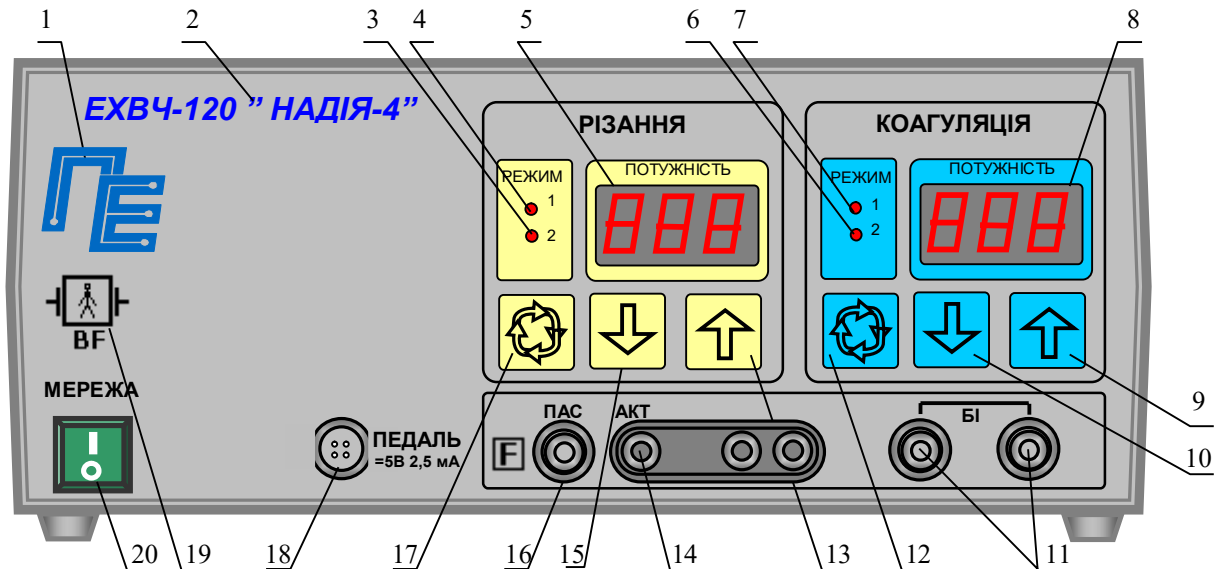
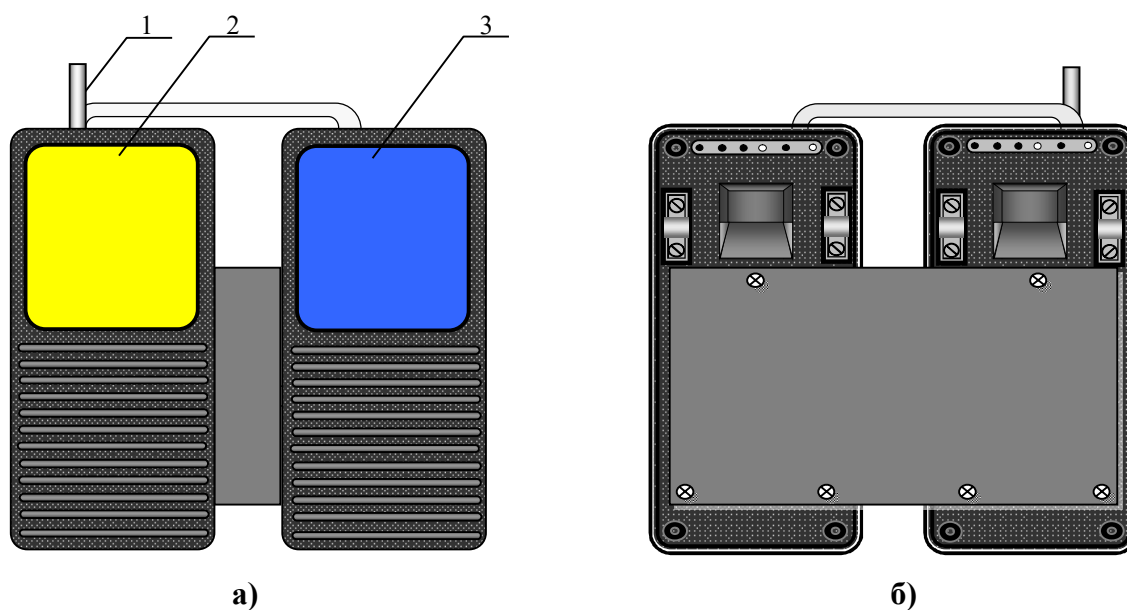

Рис.1. Передня панель електронного блоку.
Рис. 3. Ножна педаль
Конструктивно апарат виконаний у вигляді двох окремих блоків - електронного блоку (рис. 1,2) і ножної педалі (рис. 3).
На передній панелі електронного блоку розташовані наступні органи управління і індикації (рис.1):
Конструкція ножної педалі (рис.3) є підлоговою конструкцією, на якій розташовано дві рухомі платформи: ліва (2) - для включення виду роботи РІЗАННЯ, права (3) - КООГУЛЯЦІЯ.
- включити апарат, для чого встановити вимикач “МЕРЕЖА” в положення “I”. При цьому висвітлюються індикатори: “МЕРЕЖА”, вибраних режимів роботи. На індикаторах (5,8 рис.1) висвітлюються цифри встановленого рівня вихідної потужності;
- перевірити переключення режимів роботи, для чого послідовно натискаючи кнопки (12, 17 рис.1), переконатися, що апарат послідовно перемикає режими 1, 2 для РІЗАННЯ і режимів 1, 2 для КОАГУЛЯЦІЯ по послідовному загорянню відповідних індикаторів (3, 4, 6, 7 рис.1);
- перевірити регулювання рівня вихідної потужності, для чого, натиснувши кнопки управління (9, 13 рис. 1), переконатися, що відбувається збільшення показань індикатора рівня вихідної потужності, а натиснувши кнопки управління (10, 15 рис.1), переконатися, що відбувається зменшення показань індикатора рівня вихідної потужності. Перевірку провести як для виду робіт РІЗАННЯ так і для виду робіт КОАГУЛЯЦІЯ. Слід пам'ятати, що встановлені рівні вихідної потужності запам'ятовуються для кожного виду і режиму роботи. Види роботи включаються тільки по черзі.